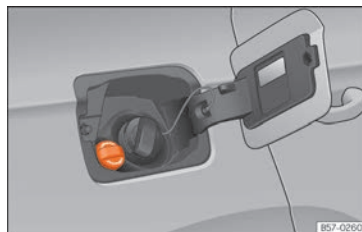

Abb. 237 Verschlussdeckel des AdBlue-Tanks
- Öffnen Sie die Tankklappe »» **Abb. 237**.
- Verschlussdeckel SCR-Einfüllstutzen nach links drehen »» **Abb. 237**.